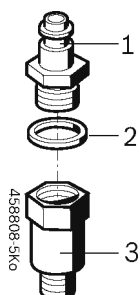

Рис. 30. Сборка возвратного переходника с резьбовым соединением
- Скрутите вместе вставной ниппель (рис. 30, поз. 1) и переходник (рис. 30, поз. 3) с плоским уплотнительным кольцом 10,2 x 13,4 мм (рис. 30, поз. 2) и зафиксируйте.